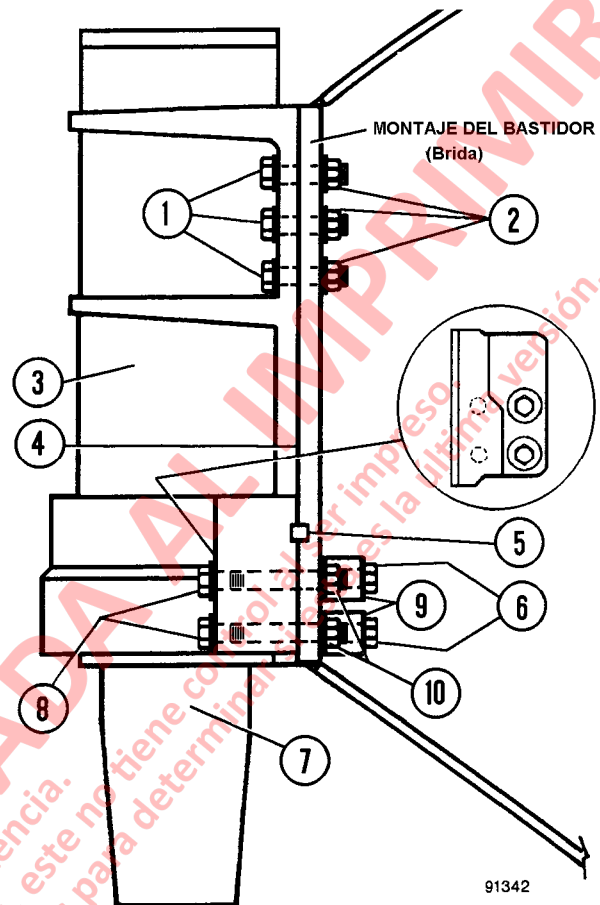

FIGURA 2-3. MONTAJE DE LA SUSPENSIÓN
- Retire los pernos y golillas (1, Figura 2-3), y las tuercas y golillas (2).
- Retire los pernos y golillas (8), y las tuercas y golillas (10).
- Retire los pernos y golillas (6), y los espaciadores (9).
5. Coloque una grúa horquilla o dispositivo de levante a la suspensión; monte la suspensión al chasis del camión, y asegúrese que la barra de seguridad (5, Figura 2-3) esté a nivel con el extremo de la ranura de la suspensión. Instale catorce pernos (1, 6, 8) con las golillas endurecidas y las tuercas. (Se usa una golilla plana debajo de cada cabeza de perno y de cada tuerca). Los cuatro orificios inferiores roscados en la caja de la suspensión sólo requieren pernos (6) con golillas endurecidas y espaciadores (9).
- Apriete los catorce pernos (1, 6, 8, Figura 2-3) a un torque de **400 ± 40 ft. lbs. (542 ± 5 N.m)**. Use una llave de torque de calibre conocido.
- Para los cuatro pernos de 6.0 in. (15 cm) de largo (1, Figura 2-3) en el montaje superior, apriete los pernos inicialmente a un torque de **70 ft. lbs. (95 N.m)**; luego avance la cabeza del perno en 60° usando los pasos d-1.) al d-3.). Consulte la Figura 2-5).
Para los cuatro pernos interiores de 14.0 in. (36 cm) de largo (6, Figura 2-3) apriete los pernos inicialmente a un torque de **100 ft. lbs. (136 N.m)**; luego avance la cabeza del perno en 120° usando los pasos d-1) a d-3). Consulte la Figura 2-6.